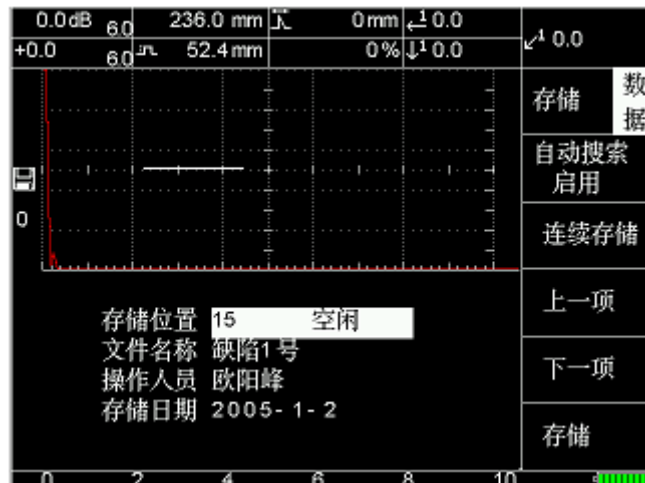

图 7-8
此报告包含探伤工艺及仪器、探头参数，可供调用及回放打印，需要用到以下选项(图 7-8)：
- (1) 按  快捷键或按【数据】-【A】键进入图 7-8。
- (2) 按【A】选择[自动搜索]功能，选择关闭或启用。
- (3) 在存储位置栏按【调节键】输入存储号(范围 0-999)。